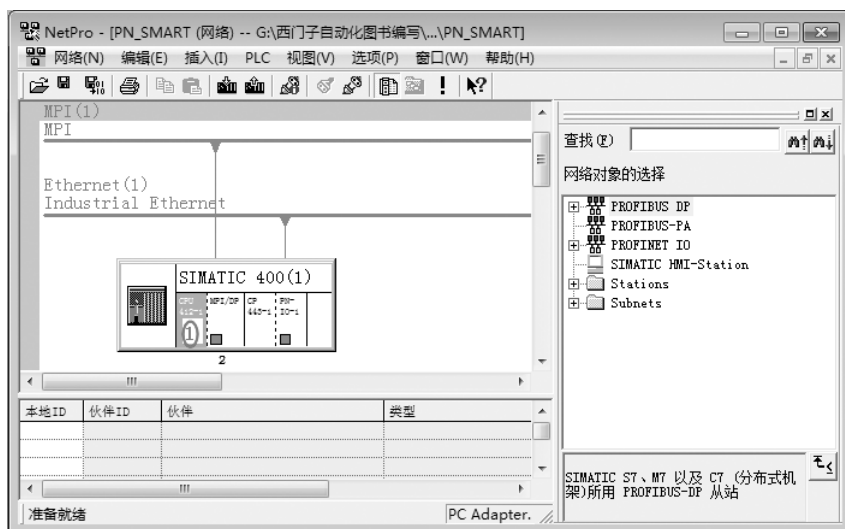

图 8-200 插入新连接（1）
3) 网络组态。选中如图 8-200 所示的“1”处，单击鼠标右键，弹出快捷菜单，单击“插入新连接”选项，弹出如图 8-201 所示的对话框，选中“未指定”选项和“S7 连接”，